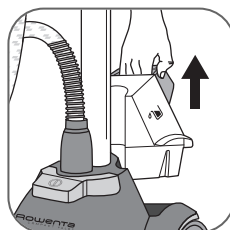
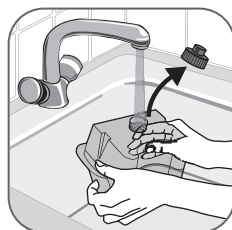

fig. 7
fig. 8
- Veillez à ce que l'appareil soit débranché. Retirez le réservoir d'eau de la base de l'appareil en tirant la poignée vers le haut **(fig. 7)**. Dévissez le bouchon du réservoir et remplissez le réservoir **(fig. 8)**. Sa capacité maximale est atteinte au repère « max ».